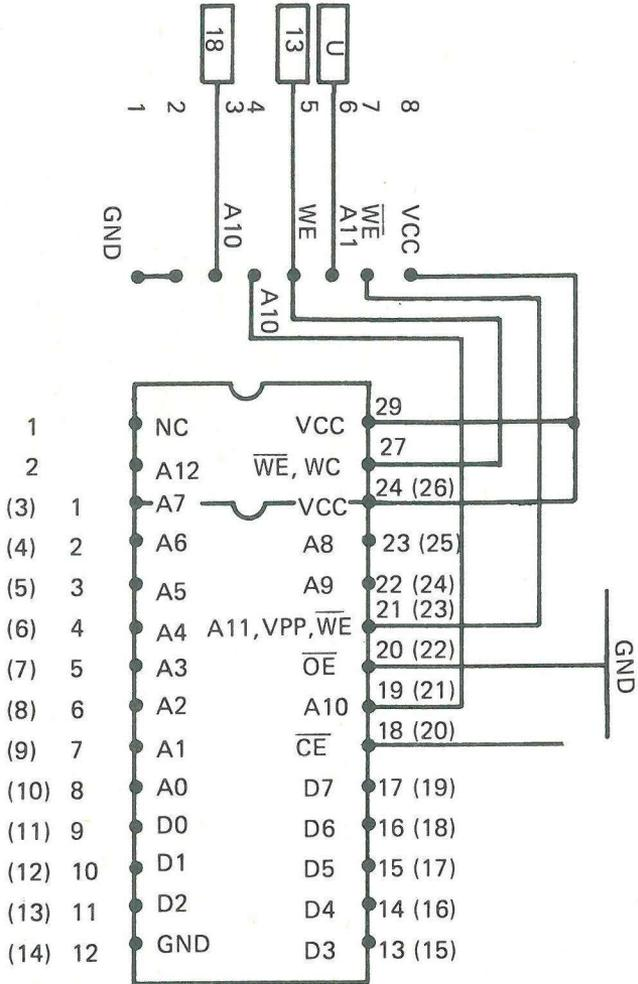

Abbildung 10
Bei jedem einzelnen Sockel muß nun noch durch Verdrahtung bestimmt werden, welches Bauteil (1K, 2K RAM oder 2K, 4K EPROM) er aufnehmen kann. Dazu dient eine Verteilerleiste, die bei jedem Sockel vorhanden ist. In Abbildung 10 ist ein Sockel mit der Verteilerleiste herausgezeichnet. An die Leiste gelangen von außen die Signale A11, WE, A10 und von Sockel die Anschlüsse 19 (21) und 21